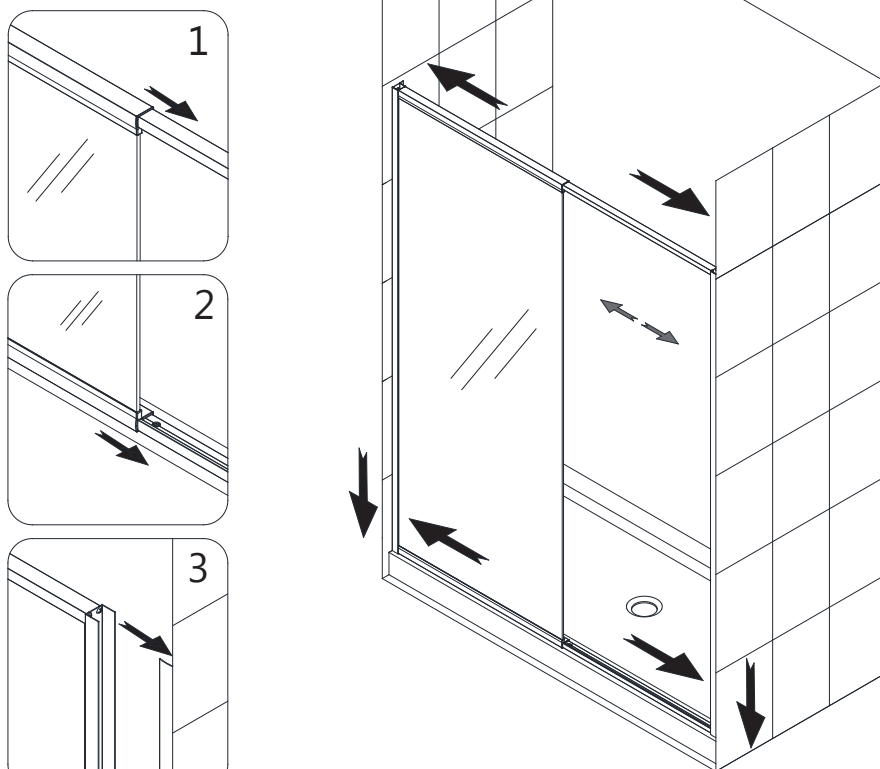

Fig 12
12. Étendez les **rails extensibles** uniformément pour positionner le **profilé pour gâche de vinyle magnétique (N° 12)** dans le **profilé mural opposé (N° 01)** du côté-porte de l'ouverture. **Fig. 12**